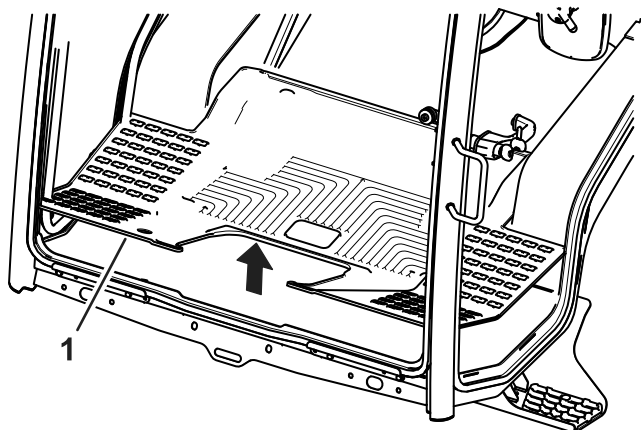

Рисунок 10
1. Снимите резиновый напольный коврик (Рисунок 10).